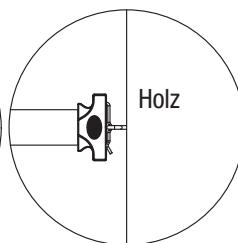

Bild 3
3. Die Kabelöse kann verwendet werden, um das Band an Holz- oder Mauerwerkswänden zu befestigen, gegebenenfalls mit einem Spreizdübel. (Bild 3 und 4)